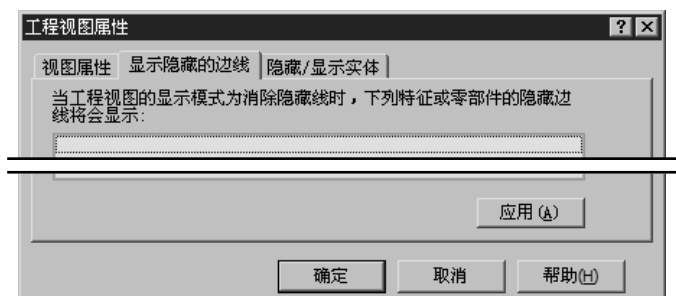

图 4.4.11 “工程视图属性”对话框（一）
(1) 在图形区中右击工程视图，在弹出的快捷菜单中选择  属性... 命令，系统弹出“工程视图属性”对话框（一），在对话框中单击  显示隐藏的边线 选项卡，如图 4.4.11 所示。